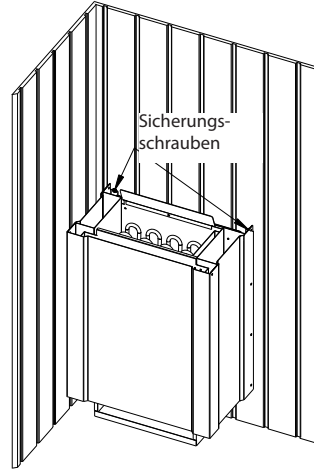
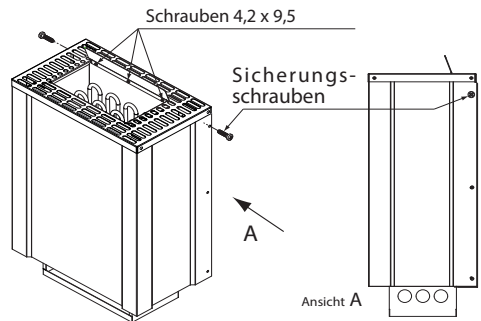

Abb. 5
Abb. 6
6. Das Saunaheizgerät mit 2 Schrauben durch die am hinteren Ofenrand befindliche Bohrung an der Wand (Abb. 5) oder seitlich, wie in Abb. 6 gezeigt sichern.
7. Das beiliegende Strahlblech, wie in Abb. 6 gezeigt mit 3 Schrauben 4,2 x 9,5 und die beiden Sicherungsschrauben festschrauben.